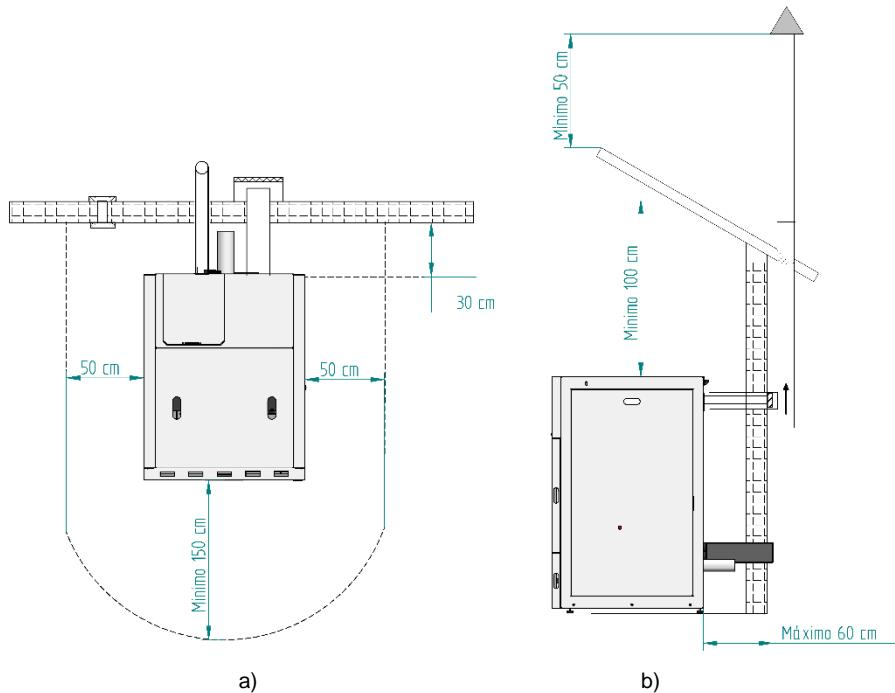

Figura 4 – Distancias mínimas de todas las superficies: a) vista superior de la instalación del equipo; b) vista lateral de la instalación del equipo.
En la figura 4 se representan las distancias mínimas de la caldera de pellets a las superficies que son especialmente inflamables.
- Según se indica en la figura 4, el conducto de extracción se debe realizar de modo que la limpieza y el mantenimiento estén asegurados mediante puntos de inspección.